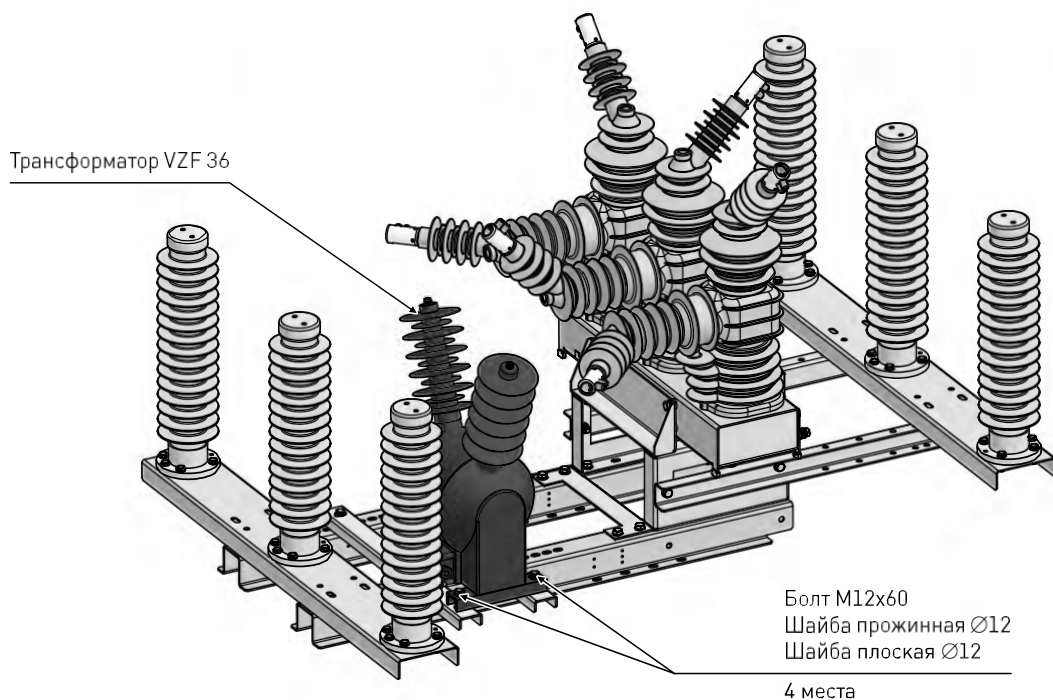

Рис. 7.5. Крепление трансформатора собственных нужд
- выкрутить 4 болта M12x60 из основания трансформатора собственных нужд (см. Рис. 7.5);